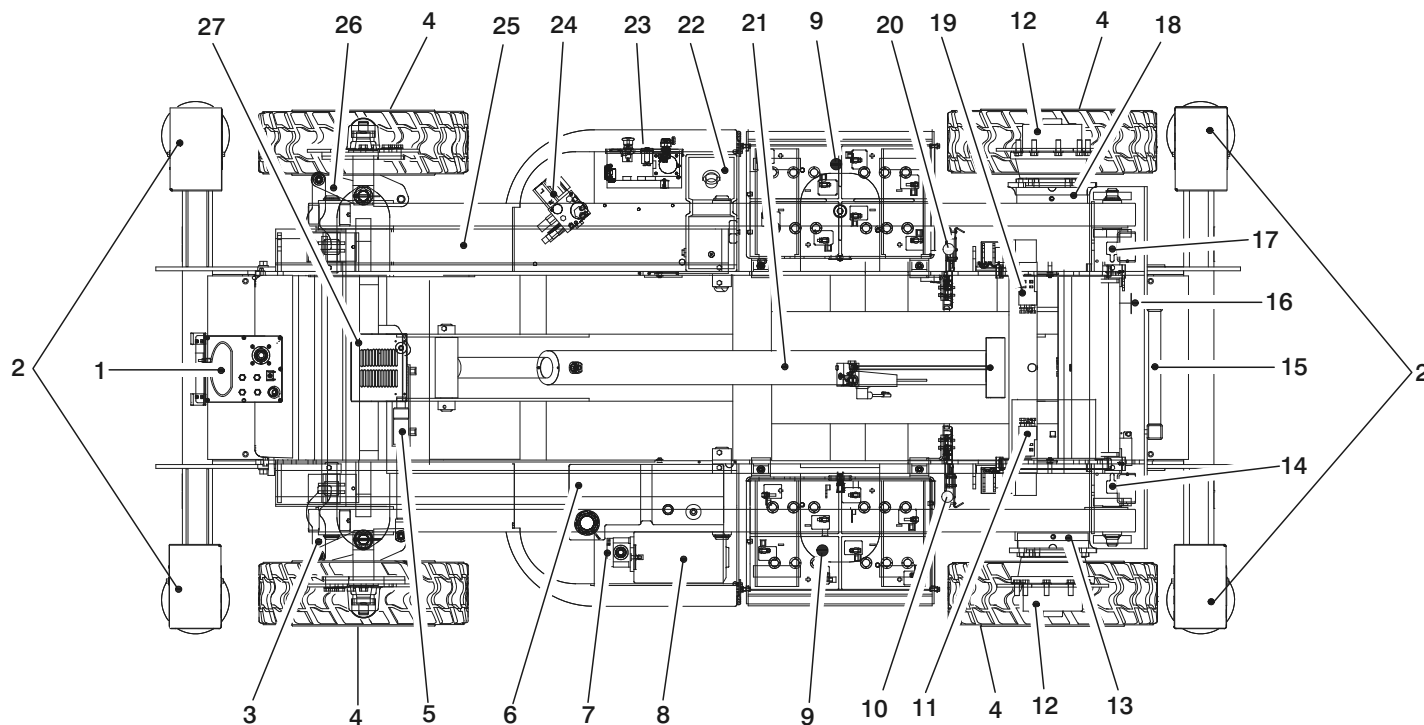

Figura 2-1. Inspeção Visual (Folha 1 de 3)
5. **Inspeção Visual** - Consulte Figura 2-1., Inspeção Visual (Folha 1 de 3).